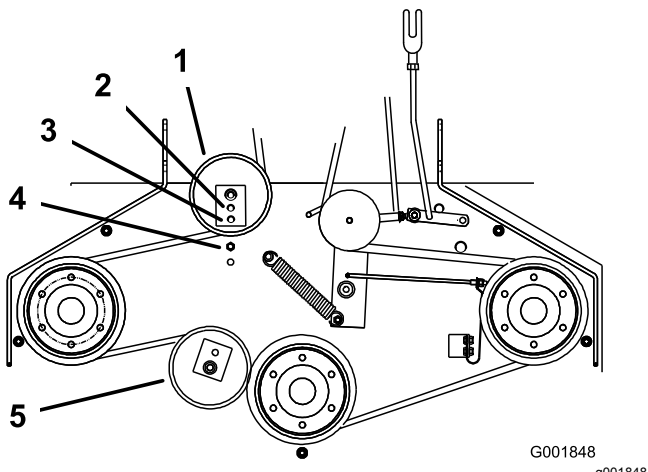

Figure 42
6. S'il n'est plus possible de régler le tendeur et que la courroie est encore détendue, il faut alors repositionner la poulie de tension arrière dans le trou central ou avant (Figure 42). Utilisez le trou permettant d'obtenir le réglage correct.
7. Lorsque vous déplacez la poulie de tension, vous devez déplacer le guide-courroie. Placez le guide-courroie à la position avant (Figure 42).